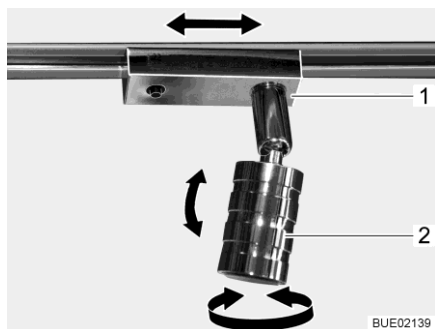

Fig. 84 Spot
Tourner : ■ Saisir le boîtier (Fig. 84,2) et le tourner.
Faire coulisser : ■ Saisir le socle (Fig. 84,1) et le tourner d'env. 45°.
- Saisir le socle (Fig. 84,1) et le tourner de 90°.